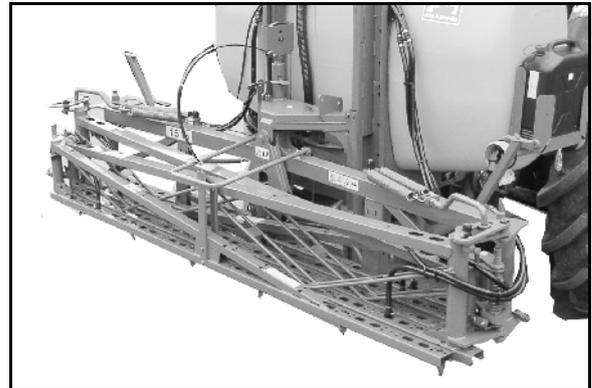

Fig. 78
4. Após a articulação para dentro, deve certificar-se de que a protecção de transporte engata correctamente (Fig. 78).